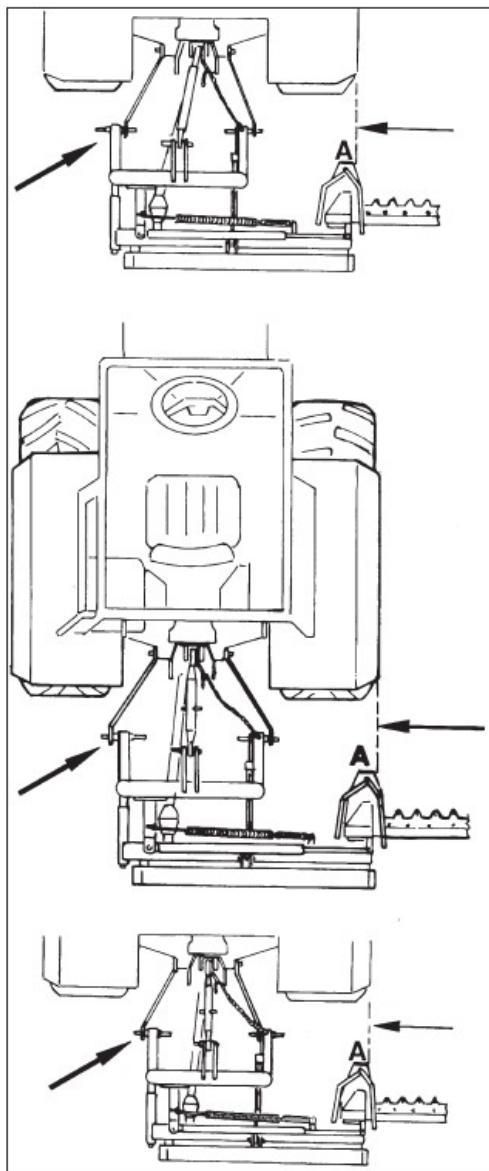
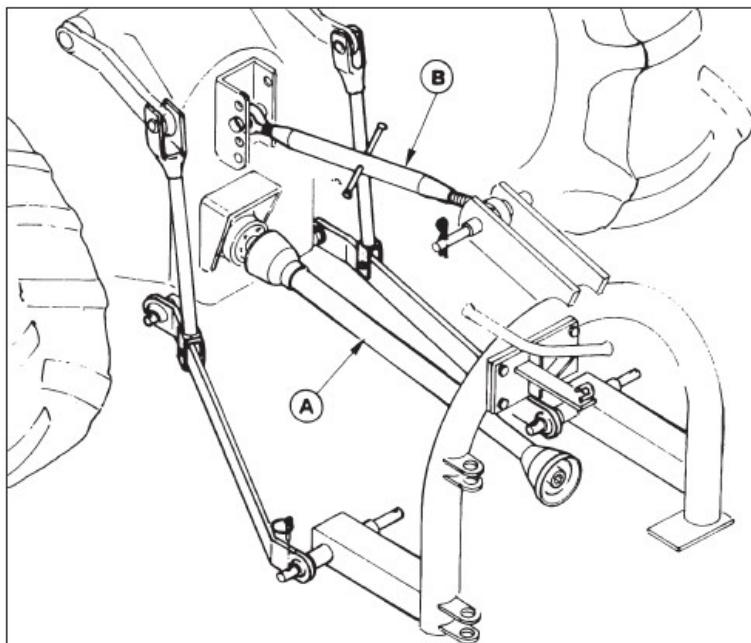

FIG. 4.2
FIG. 4.3
Secondo la carreggiata del trattore utilizzare i perni interni od esterni in modo che la slitta interna della barra (A) si trovi all'interno della ruota del trattore (Fig. 4.2).
Collegare l'albero cardanico (A) ed il braccio terzo punto (B) (Fig. 4.3). Inserire la piastra attacco catena (A) nel perno terzo punto (Fig. 4.4).
IMPORTANT: According to the type of tractor you have use either internal or external pins "A" (see drawing below) so that internal skid of sickle bar mower "A" (Fig. 4.2) remains behind tractor wheel.
Connect P.T.O. shaft "A" and three point hitch top link "B"(Fig. 4.3).
Según la anchura del carril del tractor, emplear los pernos internos y externos de forma que la corredera interna de la barra (A) se encuentre detrás de la rueda del tractor (Fig. 4.2). Conectar el árbol Cardán (A) y el brazo tercer punto (B) (Fig. 4.3). Introducir la plancha de enganche de la cadena (A) en el perno tercer punto (Fig. 4.4). O bien, para el enganche de la cadena (B) (Fig. 4.4) se puede emplear el perno de U en dotación, fijándolo a un agujero de la estructura del tractor, siempre que éste se encuentre aproximadamente a la misma altura del enganche tercer punto.
Selon l'écartement du tracteur, utiliser les pivots internes ou externes de façon à ce que le patin interne de la barre (A) se trouve à l'intérieur de la roue du tracteur(Fig. 4.2).
Raccorder l'arbre cardan (A) et le bras troisième point (B)(Fig. 4.3).